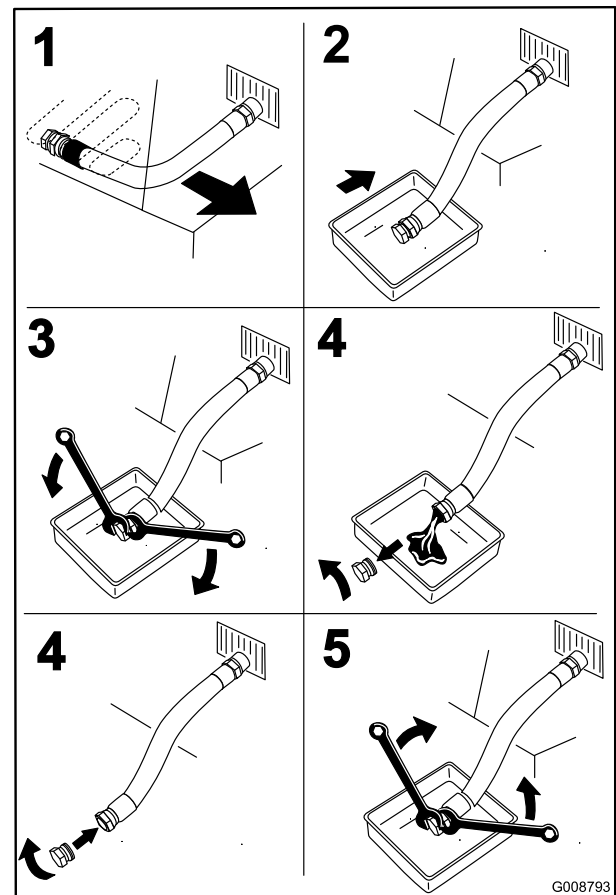

Bild 39
4. Wechseln Sie das Motoröl (Bild 39).